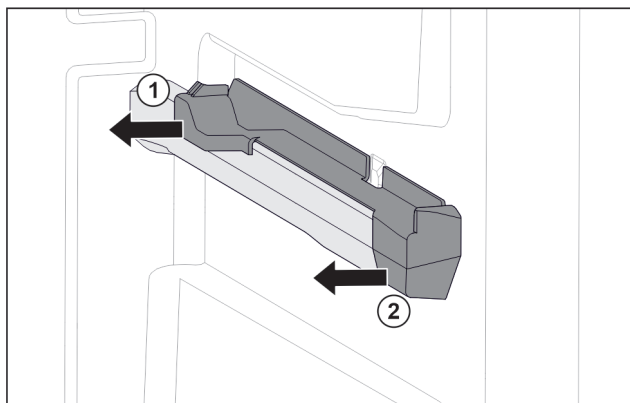

Fig. 30 Natični nastavek na desnemu nastavku za posodo
- ▶ Natični nastavek zadaj izvlecite v stran. Fig. 30 (1)
- ▶ Natični nastavek spredaj izvlecite v stran. Fig. 30 (2)